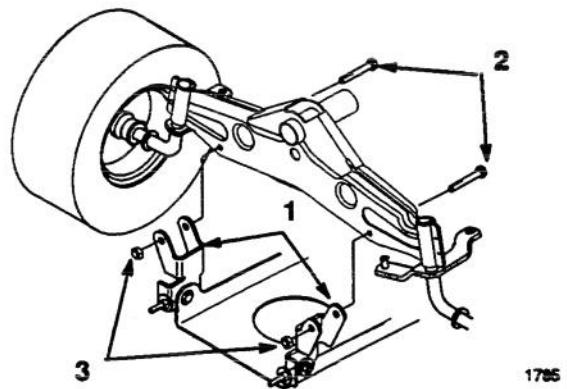

Figure 5
4. Poser et fixer les supports de pivots de la tondeuse sur l'essieu avant au moyen des boulons et des écrous de blocage (Fig. 5). Serrer les fixations.